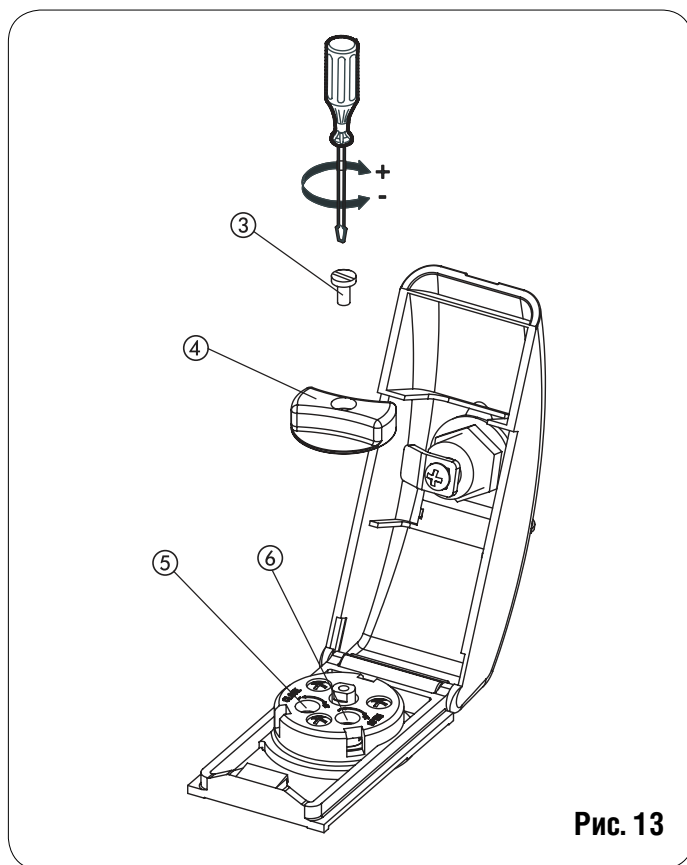

Рис. 13
- Поднимите крышку (Рис. 13).
- Выкрутите винт (Рис. 13, сноска 3), удерживающий рукоятку, и вытащите рукоятку (Рис. 13, сноска 4).
- Подкрутите винты регулировки усилия привода (Рис. 13, сноски 5 и 6).
- По окончании регулировки установите рукоятку на место (Рис. 13, сноска 4) и закрутите винт (Рис. 13, сноска 3).